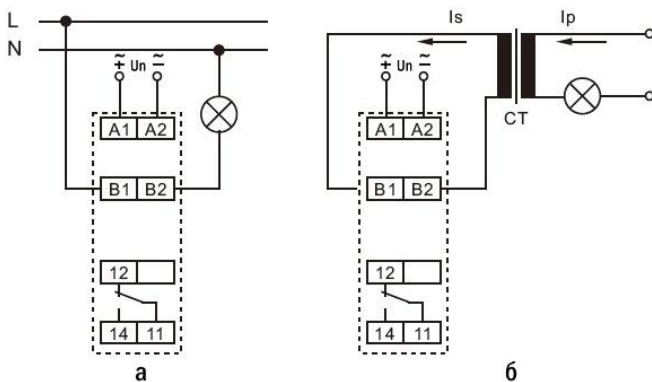

Рис. 2 – Схема подключения
2. Подключите прибор согласно схеме подключения (рис. 2). На рисунке 2а приведена схема прямого подключения, на рисунке 2б – через трансформатор тока.